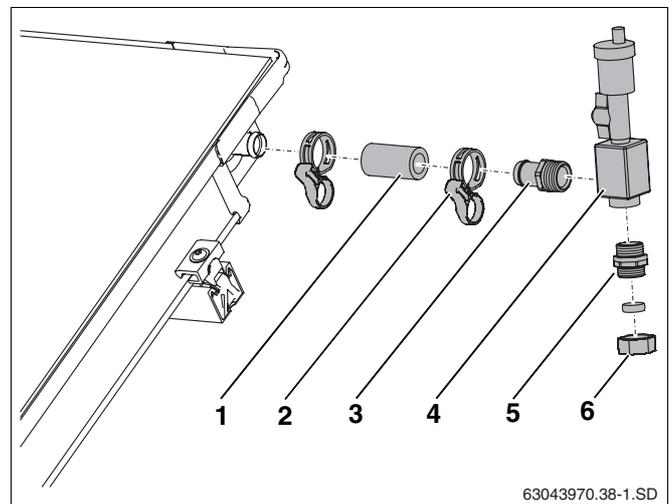

Abb. 60 Entlüfter über Dach anschließen
- Kurzen Solarschlauch (55 mm, Abb. 60, **Pos. 1**) auf den Vorlaufanschluss des Kollektorfeldes aufschieben und mit Federbandschelle fixieren.
- Schlauchtülle R $\frac{3}{4}$ mit O-Ring (Abb. 60, **Pos. 3**) in den Lufttopf (Abb. 60, **Pos. 4**) festschrauben.
- Schlauchtülle (Abb. 60, **Pos. 3**) bis zum Anschlag in den Solarschlauch stecken und mit Federbandschellen (Abb. 60, **Pos. 2**) fixieren.
- Doppelnippel mit O-Ring in Lufttopf schrauben (Abb. 60, **Pos. 5**).
- Sammelleitung an die Klemmringverschraubung (18 mm) anschließen (Abb. 60, **Pos. 6**).